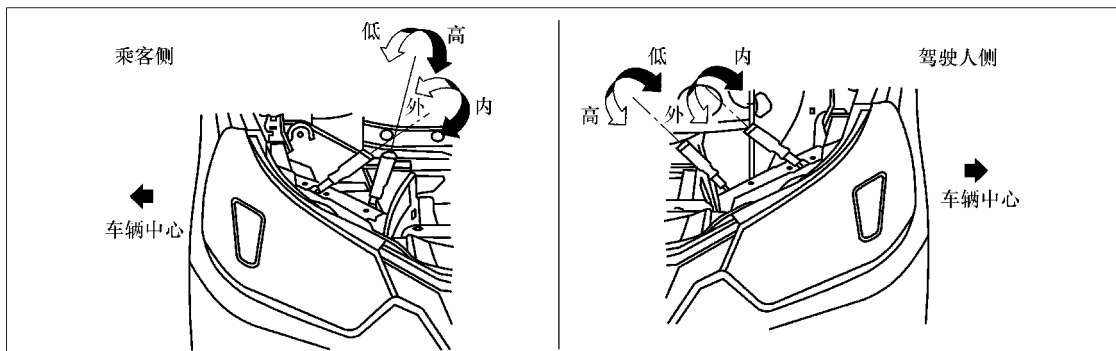

图 11-32 调整前照灯光束
- 2) 如图 11-32 所示, 用螺钉旋具转动每个光束调整螺钉, 使垂直和水平光束在规定的范围内。